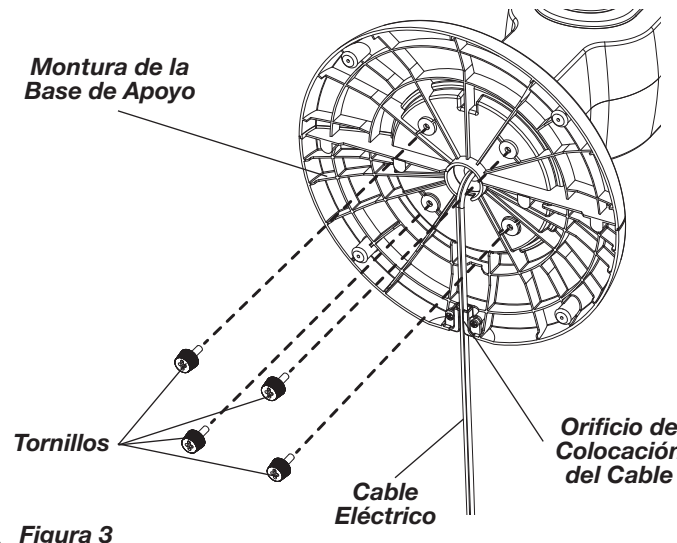

Figura 3
4. Asegure la **Montura de la Base de Apoyo** a la parte inferior del ventilador con (4) **Tornillos de Largo**. Suavemente elimine cualquier sobrante del **Cable Eléctrico** y colóquelo en el **Orificio de Colocación del Cable**. (Figura 3)